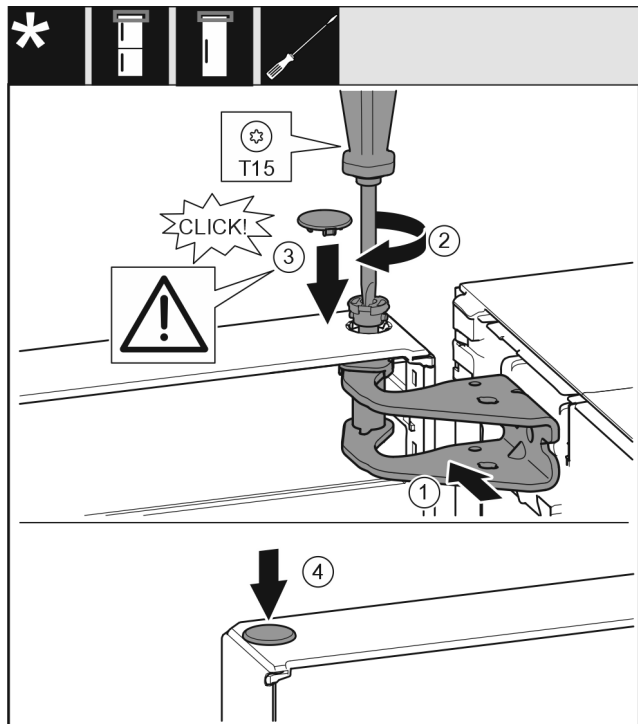

Fig. 19
- ▶ Rikta in dörren upptill så att den passar öppningen i lagerbocken. Fig. 19 (1)
- ▶ Sätt i bulten och skruva fast den med en torxskruvmejsel T15. Fig. 19 (2)
- ▶ Montera blindpluggen för dörrens låsbult: Sätt in blindpluggen och kontrollera att den är i jämnhöjd med dörren. Annars ska bulten sättas in helt. *Fig. 19 (3)*
- ▶ Sätt i pluggen. *Fig. 19 (4)*